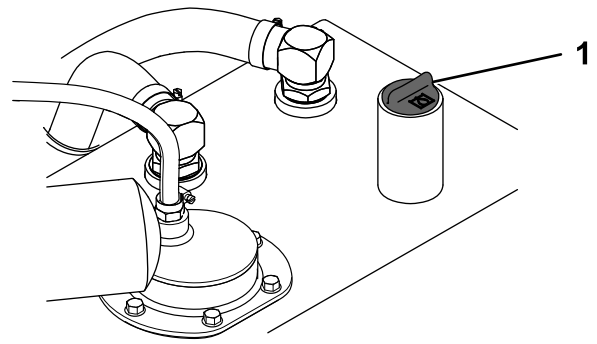

Figure 77
6. Nettoyez la surface autour du goulot de remplissage du réservoir hydraulique (Figure 77).